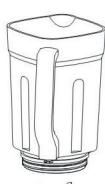

Fig 1
- Skru fast knivinnsatsen (6) på underdelen av blenderkannen i retning mot klokken. Fig. 1.